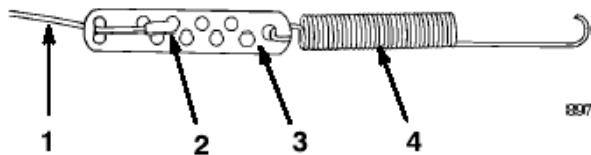

图11
2、勾弹簧于控制线调节器末端的圆孔中。 (图11)
3、如图11所示固定控制线末端于控制线调节器上。